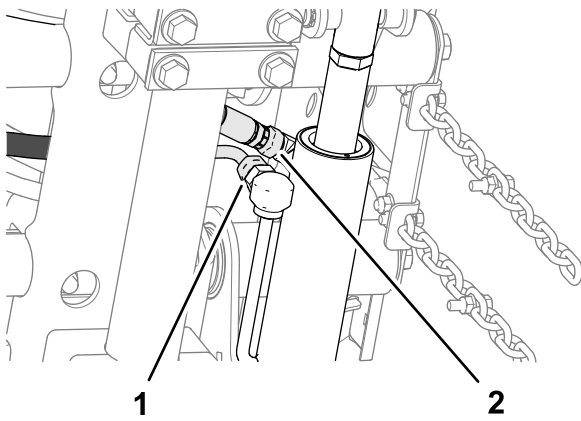

図 16
2. スペースをキャリアプレートと取り付けプレートの間に合わせ 図 16、プレートとスペースを仮止めるキャリッジボルト $\frac{3}{8}$ x 1 $\frac{1}{4}$ "、ワッシャ、フランジロックナット $\frac{3}{8}$ "を使用する。